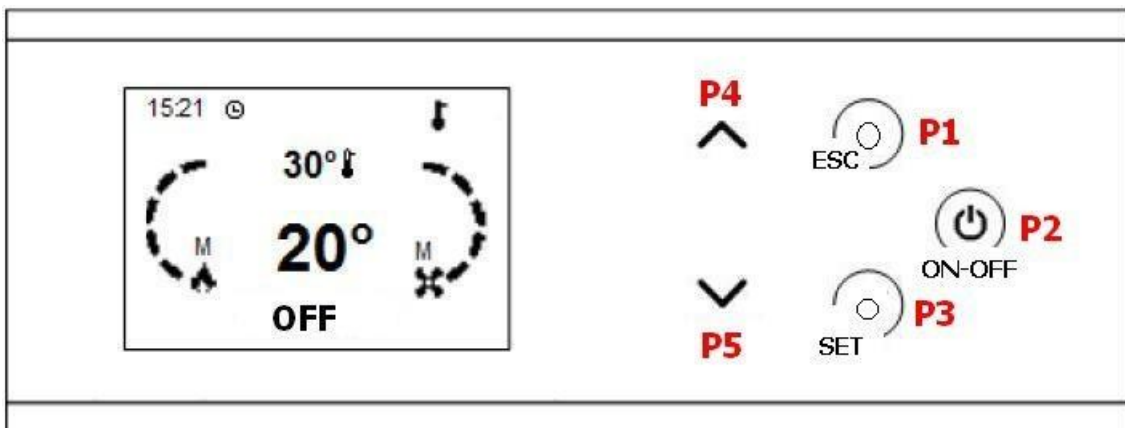

Figura 1
**Acendimento manual:** pressione o botão ligar/desligar (P2) no painel de comando por 3 segundos (Figura 1).